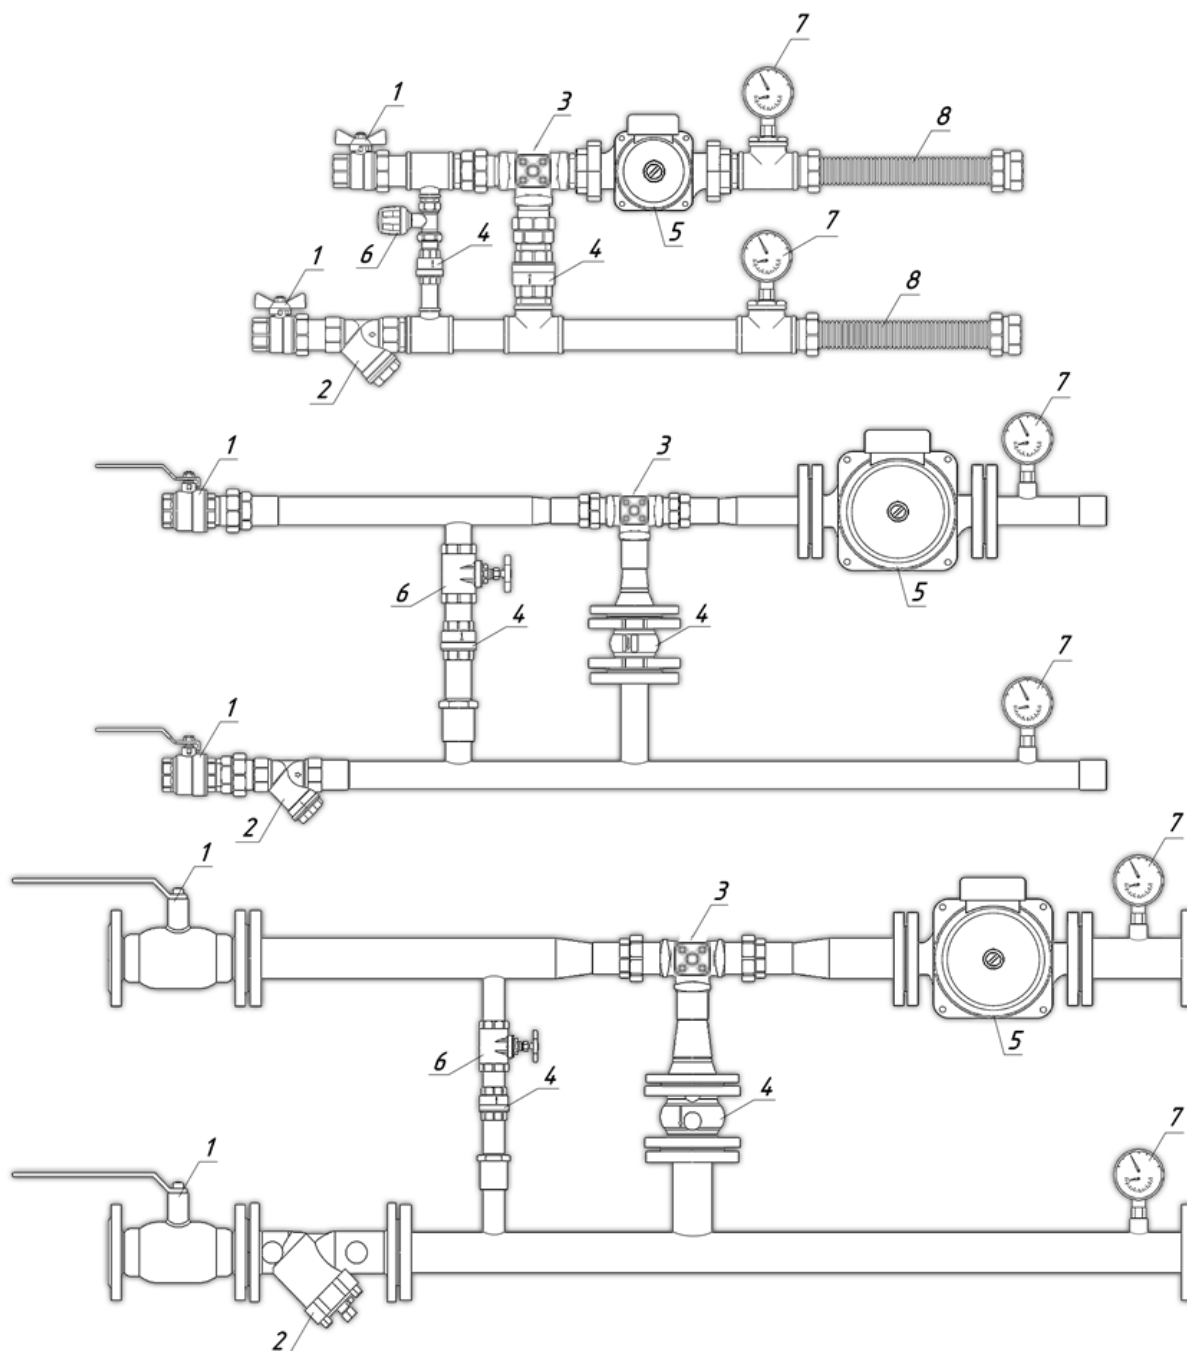

Рис.2. Типовая конфигурация смесительных узлов «Стандарт +»
- «Стандарт +» - комплектация «Стандарт», дополненная линией байпаса с вентилем и обратным клапаном, двумя термоманометрами и двумя гибкими патрубками для подсоединения к теплообменнику. (Рис.2)